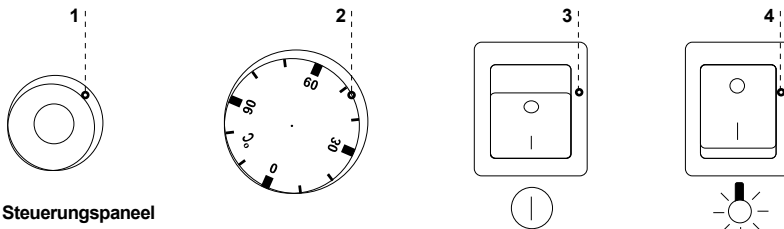

Abb.3 Steuerungspaneel
- Hauptschalter drücken Abb.3/3 (S.15), wodurch die Heizelemente der Bein-Marie-Wanne eingeschaltet wird
- Mit dem Drehschalter der Regelung Abb.3/2 (S.15) die gewünschte Temperatur einstellen
- Schalter für Beleuchtung drücken Abb.3/4 (S.15)
Das Bain-Marie ist mit einer mechanischer Temperaturregelung ausgestattet. Die Temperaturfühler befindet sich in Bain-Marie-Wanne. Mit dem Drehschalter Abb.3/2 (S.15) für die Temperaturregelung kann die gewünschte Wassertemperatur in der Wanne eingestellt werden, indem der Drehschalter gedreht wird und in einer angemessener Stellung eingestellt wird. Durch das Drehen des Schalters im Uhrzeigersinn wird die eingestellt Temperatur erhöht, und durch das Drehen gegen Uhrzeigersinn wird diese abgemindert. Die Verdrehung des Drehschalter in die Endstellung führt zum Ausschalten der Heizelementen, obwohl die Versorgung eingeschaltet ist.